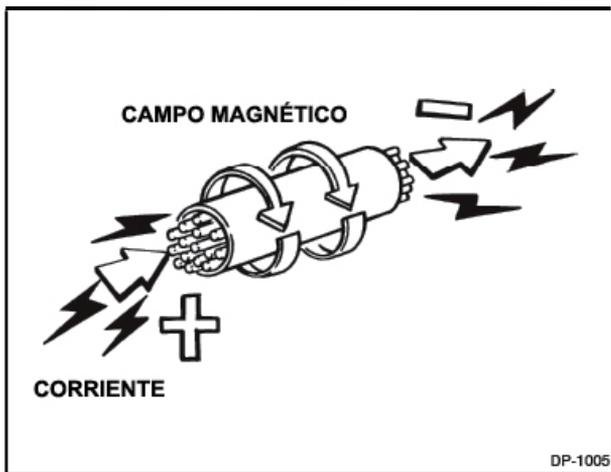

Figura 1-5. Campo Magnético
4. Campo Magnético (Figura 1-5) Cuando una corriente fluye a través de un conductor, un campo magnético se produce alrededor de este. Mediante la medición de la intensidad del campo magnético es posible determinar la cantidad de flujo de la corriente ó amperaje. Este principio es la base de funcionamiento del amperímetro de inducción o de gancho.